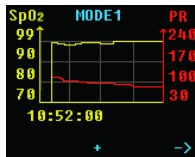

Figura 6. Interfața de revizuire 1
- a) În interfața de măsurare, apăsați "butonul sus" pentru a intra direct în interfața de revizuire 1, așa cum se arată în Figura 6: